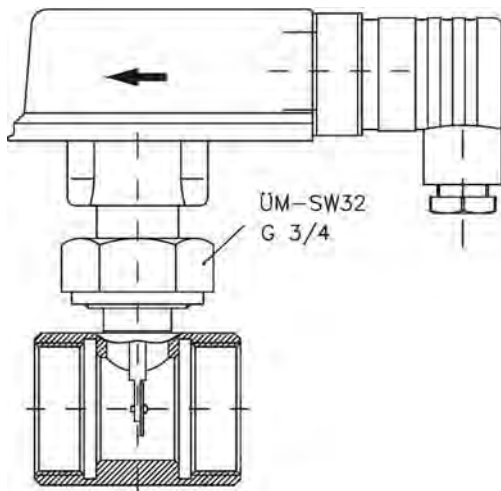

Abb. 5
- ⇒ Strömungskontrollschalter, die optional mit Kupfer-Rohrstück (Abb. 5) ausgestattet sind, müssen Sie mit der Rohrleitung verlöten. Während des Lötens ist der Strömungskontrollschalter (Oberteil) und der O-Ring vom Rohrstück zu demontieren, um eine Überhitzung zu vermeiden.